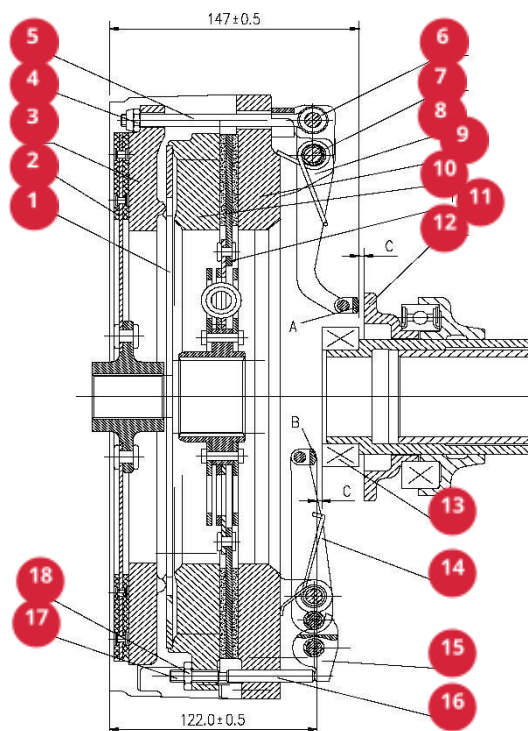

Рис. 4-19. Муфта сцепления
Чтобы обеспечить правильную работу сцепления, зазор между торцом В рычага выключения главной муфты сцепления и торцом выжимного подшипника 13 и зазор между торцом А рычага выключения муфты сцепления ВОМ 8 и диском выключения сцепления 12 должны составлять 2,0–2,5 мм (см. рис. 4-19). Свободный ход педали главной муфты сцепления и рычага муфты сцепления ВОМ должен составлять 25–35 мм и 40–60 мм соответственно. Данный зазор постепенно уменьшается в результате непрерывного естественного износа деталей при эксплуатации. По этой причине необходимо выполнять периодическую проверку и регулировку зазора.
Для регулировки можно использовать окно в нижней части картера трансмиссии (см. рис. 4-19).
1. Регулировка главной муфты сцепления (см. рис. 4-19): вращая ограничительный винт 17, отрегулируйте зазор между торцом В рычага выключения главной муфты сцепления 14 и выжимным подшипником до значения 2,0–2,5 мм, затем затяните гайку 18. Если используется этот метод регулировки, убедитесь, что торцы трех рычагов выключения главной муфты сцепления находятся в одной вертикальной плоскости. Отклонение при проверке пластинчатым щупом не должно превышать 0,2 мм.
2. Регулировка муфты сцепления BOM (см. рис. 4-19): ослабьте небольшую самостопорящуюся шестигранную гайку 4, отрегулируйте зазор между торцом А рычага выключения муфты сцепления BOM 8 и диском выключения муфты сцепления BOM 12 до значения 2,0–2,5 мм. Затем затяните небольшую самостопорящуюся шестигранную гайку 4. При регулировке убедитесь, что торцы трех рычагов выключения муфты сцепления BOM находятся в одной вертикальной плоскости. Отклонение при проверке пластинчатым щупом не должно превышать 0,2 мм.
Регулировка отдельных рычагов выполняется в соответствии с рис. 4-19. При установке муфты сцепления расстояние между торцом А рычага выключения главной муфты сцепления и секцией ведомого диска муфты сцепления ВОМ 2 должно составлять $(122 \pm 0,5)$ мм, а расстояние между торцом В рычага выключения муфты сцепления ВОМ 8 и секцией ведомого диска муфты сцепления ВОМ 2 должно быть $(147 \pm 0,5)$ мм.